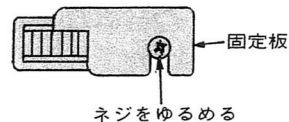

図2
- ① 電源切換スイッチの固定板のネジをゆるめます。
- ② スイッチレバーから固定板を [図2] の矢印方向にしてからネジをしめて固定します。
- ③ 電源切換スイッチを「DC」位置に切換えます。